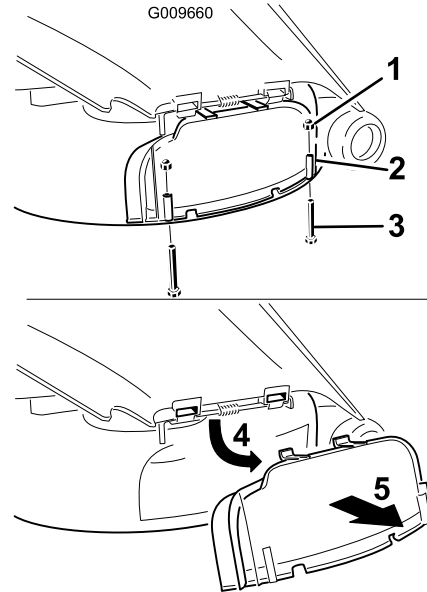

Bild 26
3. Entfernen Sie die zwei Schrauben und Muttern, mit denen die Abdeckung des Auswurfkanals am Mähwerk befestigt ist (Bild 26).